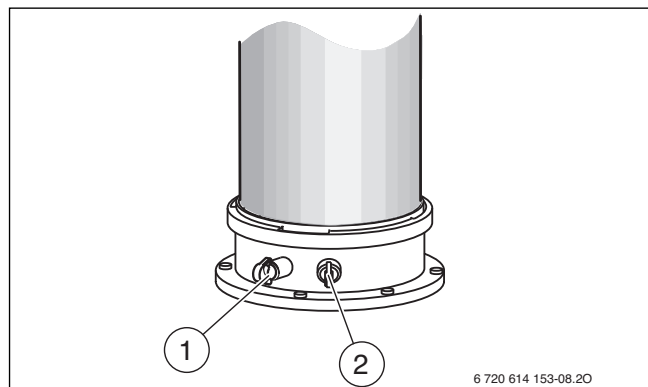

Fig. 39 Orificiul de măsurare a gazelor arse și orificiul de măsurare a aerului de ardere
- ▶ Îndepărtați dopurile de la orificiul de măsurare a gazelor arse [1] (→ Fig. 39).